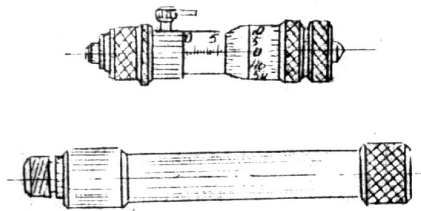

Рисунок 9
- микрометрический нутромер (рис.9).